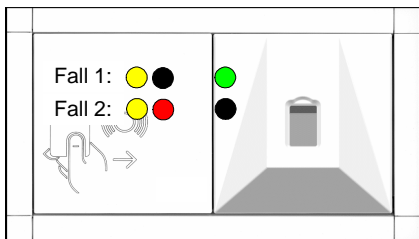

Abbildung 4
- LED 3.1 leuchtet → Finger kann aufgelegt werden (Abbildung 4 - Fall 1)
- LED 2.2 blinkt (Abbildung 4 - Fall 2)